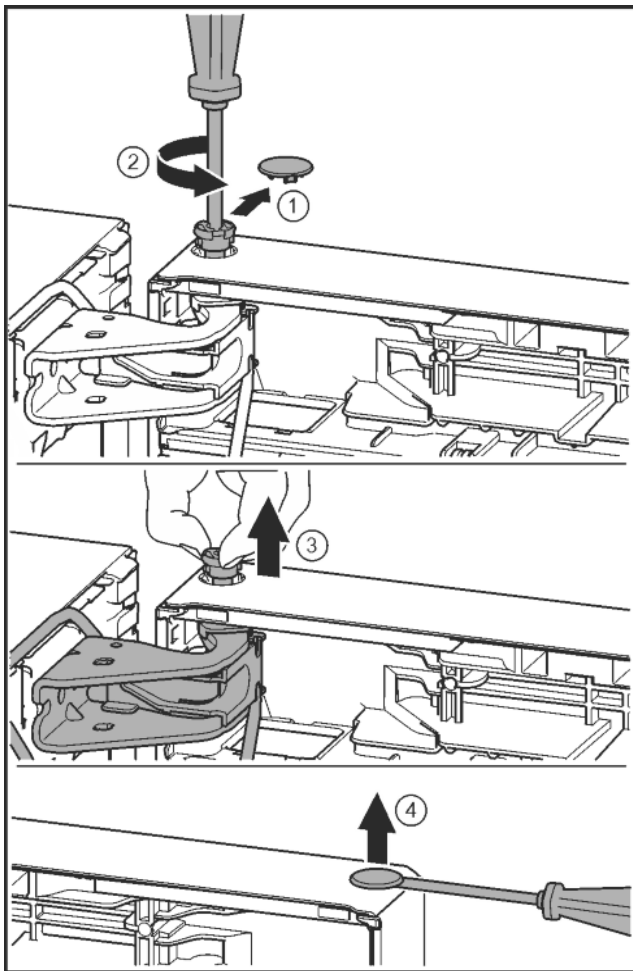

Fig. 21
- ▶ Обережно зніміть запобіжну кришку. *Fig. 21 (1)*
- ▶ Трохи викрутіть гвинт за допомогою викрутки T15. *Fig. 21 (2)*
- ▶ Притримуйте дверцята і витягніть палець руками. *Fig. 21 (3)*
- ▶ За допомогою шліцевої викрутки обережно підійміть пробку із опорного втулка дверцят та витягніть її. *Fig. 21 (4)*